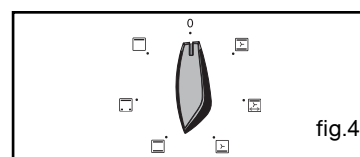

fig.4
Appuyez sur la touche "⌚" pour valider (fig.4).
Exemple : repère de température 210°C (fig.4).
- l'indicateur de durée de cuisson et 0:00 clignotent (fig.4).
L'affichage repasse à l'heure du jour en ramenant le sélecteur de fonctions sur 0 (fig.4),
- Clippez votre glace (fig.4).